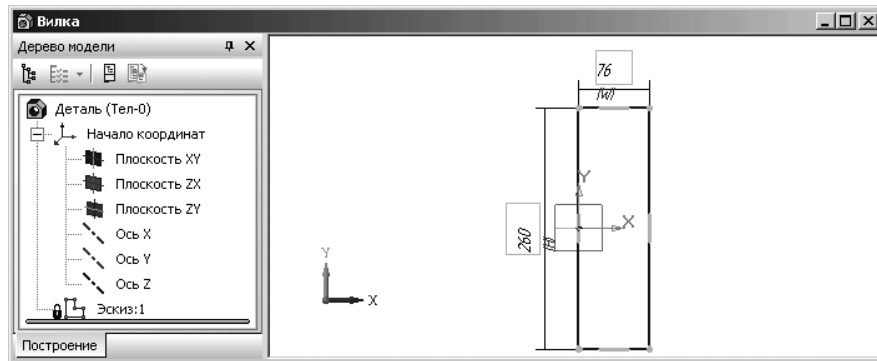

Рис. 3.30. Эскиз прямоугольника с измененным размером шрифта
- введите в поле **Высота, мм** значение, например, 2,5, а затем щелкните по кнопке **ОК**. Эскиз прямоугольника с установленным размером шрифта может выглядеть так, как показан на рис. 3.30.